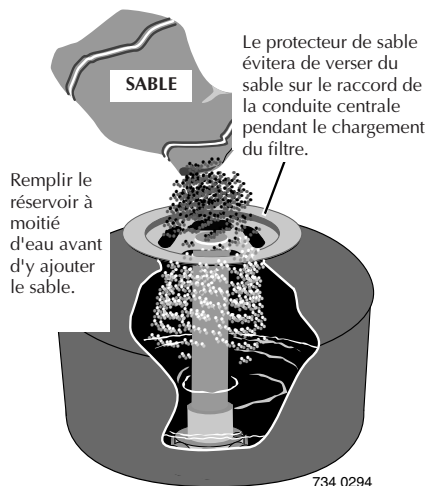

Fig. 5
1. Ne pas verser de sable dans la conduite centrale; poser le protecteur de sable en plastique sur la conduite centrale avant de verser le sable dans le filtre (voir la Figure 5).